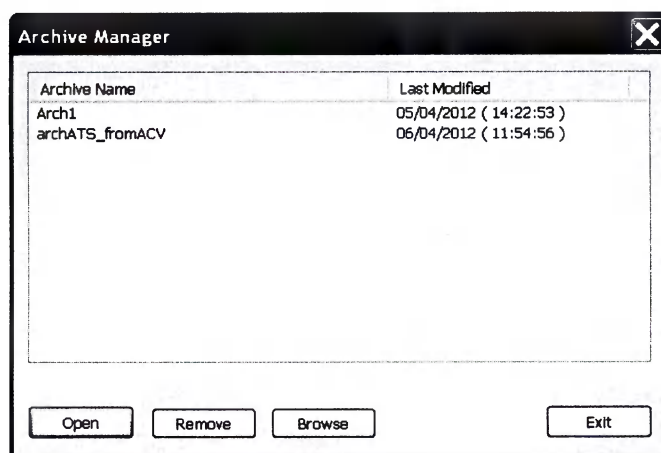

Рисунок 74
- Появится диалоговое окно **Управление архивом** (см. рисунок 74), где перечисляются все существующие архивы: